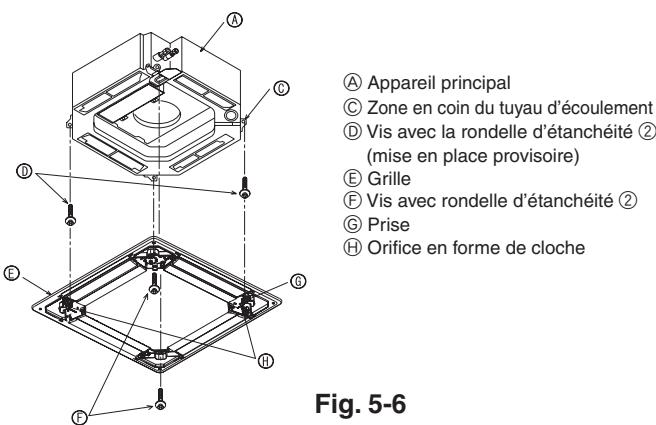
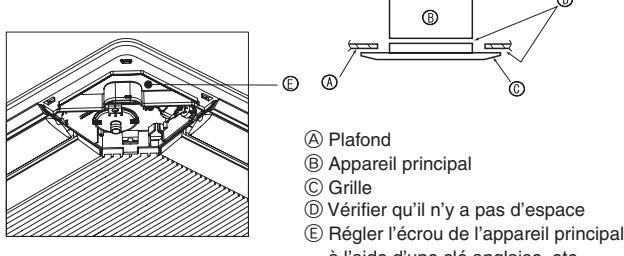

Fig. 5-6
Fig. 5-7
5.4.2. Mise en place provisoire de la grille (Fig. 5-6)
- Attacher provisoirement la grille à l'aide des orifices en forme de cloche en alignant la zone du coin du tuyau d'écoulement de l'appareil principal sur la prise de la grille marquée (G).
5.4.3. Fixation de la grille (Fig. 5-7)